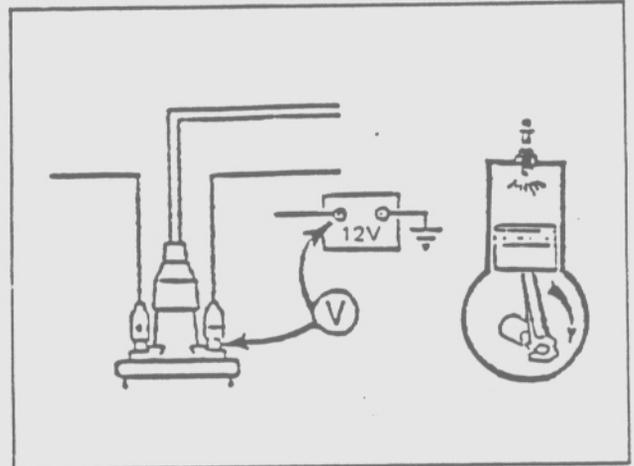

Fig. 7 - Control de conexión del módulo
- Conectar un voltímetro entre el terminal positivo (+) y el terminal negativo (-) de la bobina de alta tensión (Fig. 7).